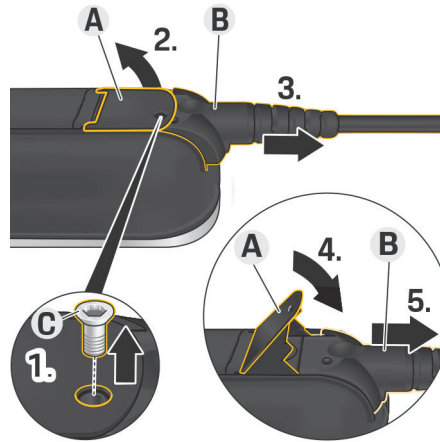

Abb. 15 Kabel lösen
1. Schraube **C** (Abb. 15) mit einem geeigneten Werkzeug lösen.
2. Hebel **A** (Abb. 15) anheben.
3. Stecker **B** (Abb. 15) bis zum ersten Widerstand herausziehen.
4. Hebel **A** (Abb. 15) schließen.
5. Stecker **B** (Abb. 15) vollständig herausziehen.